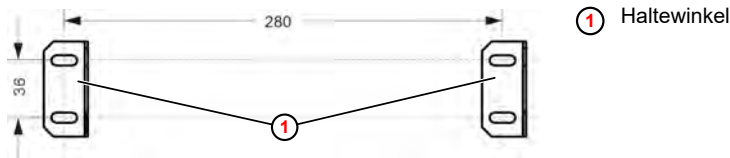

Abb. 7: Montage vorbereiten
1. Die Befestigung gemäß Angaben in Abb. 7 vorbereiten.
2. Haltewinkel ① an der Wand bzw. der Geschirrspülmaschine montieren.